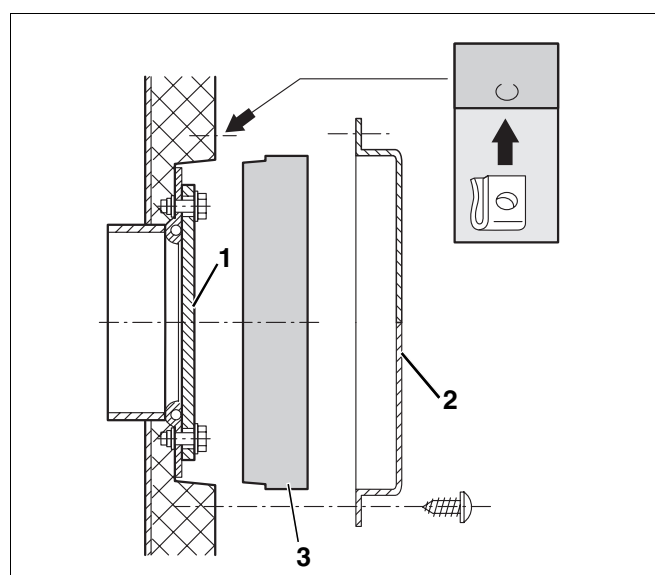

Fig. 7 Isolation thermique – Trappe de visite avant
- Insérer le disque isolant (fig. 7, **pos. 3**) sur la trappe de visite avant (fig. 7, **pos. 1**).
- Visser le capot sur la trappe de visite avec 4 vis Parker (fig. 7, **pos. 2**).